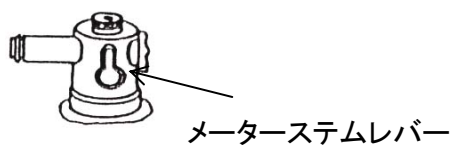

図1
- ・ メーターステムレバー(5)を垂直にしてください。(図1参照)